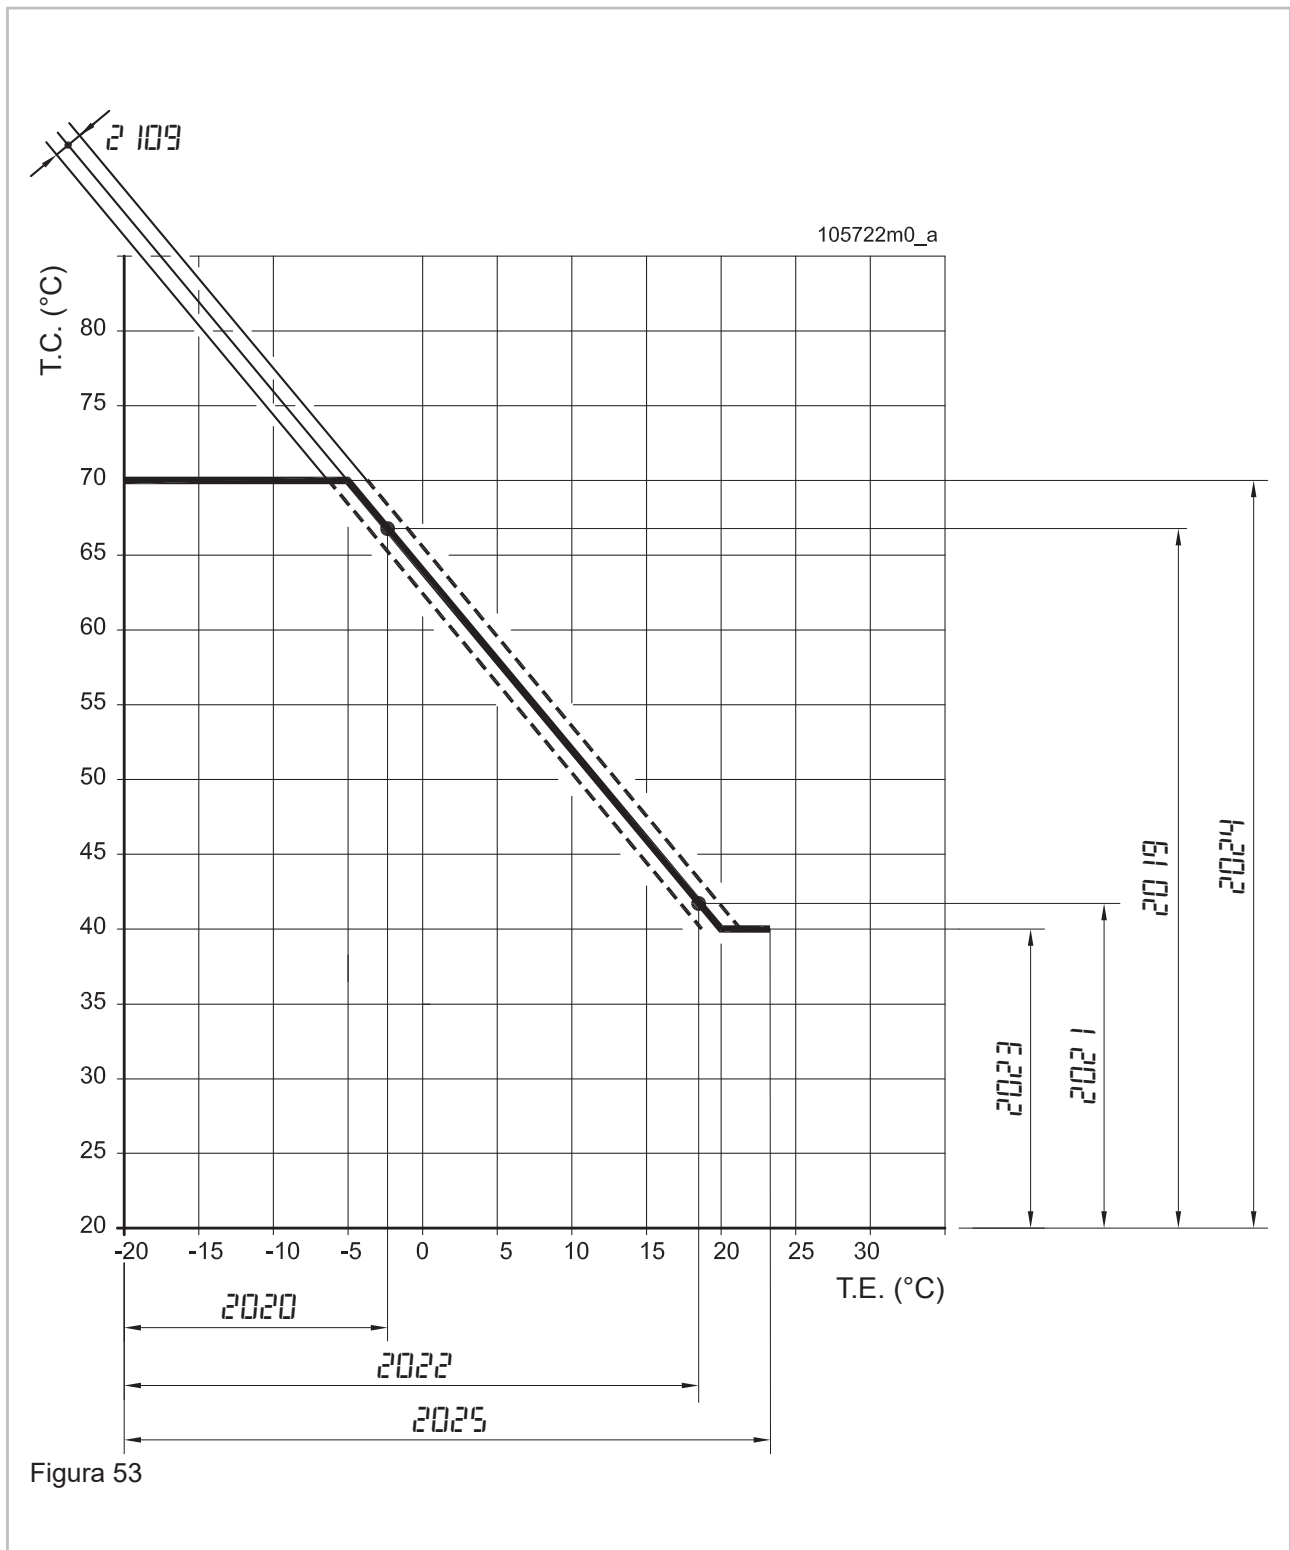

Figura 53
- **2001 = 01**; "Regolazione climatica con TA": Sul display compare l'icona , la temperatura di mandata al riscaldamento viene regolata automaticamente dal sensore della temperatura esterna secondo l'algoritmo corrispondente alla Figura 53. L'apertura e chiusura del termostato ambiente ferma od avvia corrispondentemente la pompa dell'apparecchio. Quando la temperatura esterna sale oltre il valore impostato nel parametro **2025** (Temperatura primaverile di fermo riscaldamento) il servizio riscaldamento termina. Si riavvia automaticamente quando la temperatura esterna scende nuovamente al di sotto del valore impostato nel parametro **2025**. Sarà possibile fare piccole correzioni della temperatura di mandata attraverso il parametro **2109**, come visualizzato in Figura 53.
- **2001 = 02**; "Regolazione climatica con compensazione da TA": Sul display compare l'icona , la temperatura di mandata al riscaldamento viene regolata automaticamente dal sensore della temperatura esterna secondo l'algoritmo corrispondente alla Figura 53. L'apertura del termostato ambiente riduce di un valore impostato nel parametro **2028** la temperatura di mandata al riscaldamento. La pompa dell'apparecchio rimane sempre in funzione. Quando la temperatura esterna sale oltre il valore impostato nel parametro **2025** (temperatura primaverile di fermo riscaldamento), il servizio riscaldamento termina. Si riavvia automaticamente quando la temperatura esterna scende nuovamente al di sotto del valore impostato nel parametro **2025**. Sarà possibile fare piccole correzioni della temperatura di mandata attraverso il parametro **2109**, come visualizzato in Figura 53.
Attraverso l'accesso al "profilo installatore" regolare il parametro **200 1 a 0 1**. La temperatura di mandata riscaldamento viene relazionata al sensore della temperatura esterna secondo l'algoritmo di cui alla Figura 53. Per adattare la retta di calcolo alle varie abitazioni/condizioni climatiche occorre impostare tutti i parametri di regolazione, secondo i capitoli successivi. La temperatura di mandata calcolata è visibile nel parametro **10 12**. È possibile fare degli aggiustamenti della retta attraverso il parametro **2 109** come indicato in Figura 53.
Per procedere ad una corretta impostazione della temperatura di mandata è opportuno impostare immediatamente i valori corretti della retta di Figura 53. Se tali valori non danno un risultato soddisfacente, procedere con le opportune modifiche tenendo in considerazione che:
- Tramite il parametro **2109** è comunque possibile eseguire delle piccole correzioni evidenziate nella Figura 53 ovvero spostare il parallelismo della retta, a passi di 1°C in più o in meno, fino a 10°C.
I valori precedentemente consigliati sono per abitazioni aventi una coibentazione media e per zone climatiche la cui temperatura esterna di calcolo del fabbisogno termico è di -5°C (con questi dati e per un impianto ad alta temperatura si ha la corrispondenza con il grafico di Figura 53). Nel caso in cui la zona climatica sia differente, regolare il parametro **2020** "Temperatura esterna invernale" in modo da ottenere una temperatura di mandata di 70°C (40°C nel caso di impianti a "Bassa temperatura") quando la temperatura esterna è quella della base di calcolo del fabbisogno termico.
Tutto funziona esattamente come nei capitoli precedenti relativi alla "Regolazione climatica" con la sola differenza che ora la pompa dell'apparecchio è sempre accesa. L'apertura del contatto del termostato ambiente si traduce in un traslamento parallelo verso il basso della retta (Figura 53) del valore impostato sul parametro **2028** regolabile dal "profilo installatore" (capitolo 7.17).